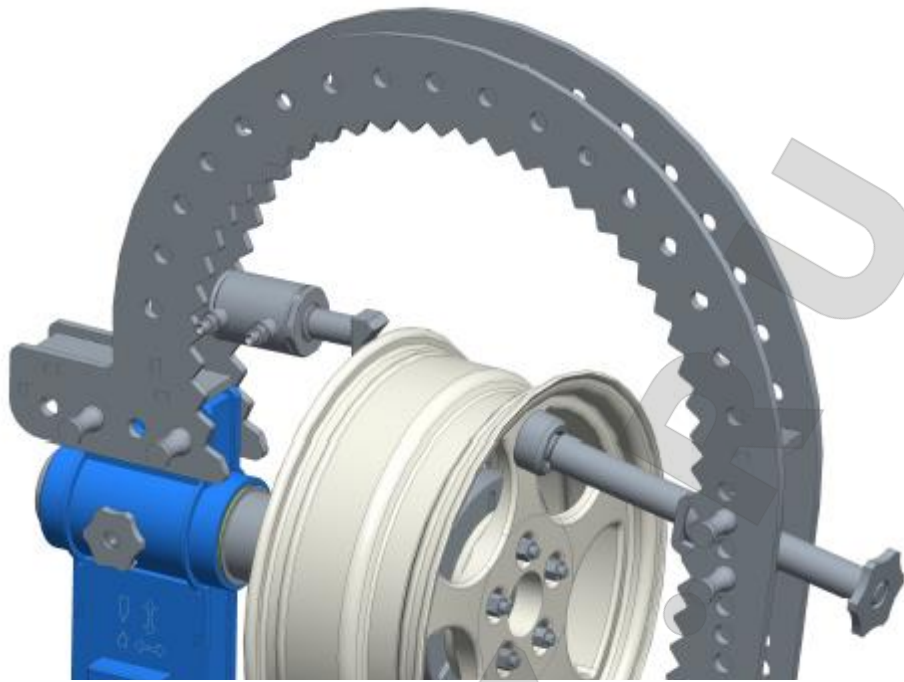

Рисунок 6. Поджим упором во время правки.
7.5. Для более жесткой фиксации диска во время правки, его можно поджать упором, с противоположной стороны. Упор можно закрепить в любом месте моста, см. рисунок 6.